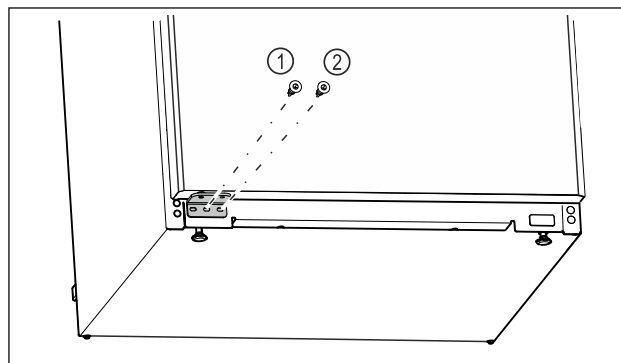

Fig. 21
- Skru hængslets midterste skrue Fig. 21 (1) fast med Torx 20-skruetrækker.
- Skru hængslets nederste skrue Fig. 21 (2) fast med Torx 20-skruetrækker.